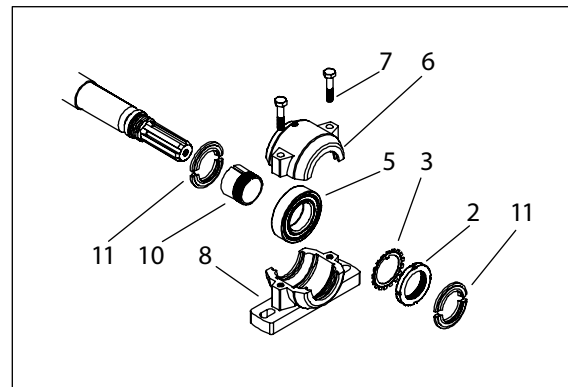

Fig. 7b. Lageret på akselsiden
Lagrene på matesiden og akslesiden er ulike. Lageret på akslesiden, Fig. 7b, har ikke avstandshylser (4 og 9) og endeplate (1). Lageret på akslesiden har støvdeksel på begge sider (11).